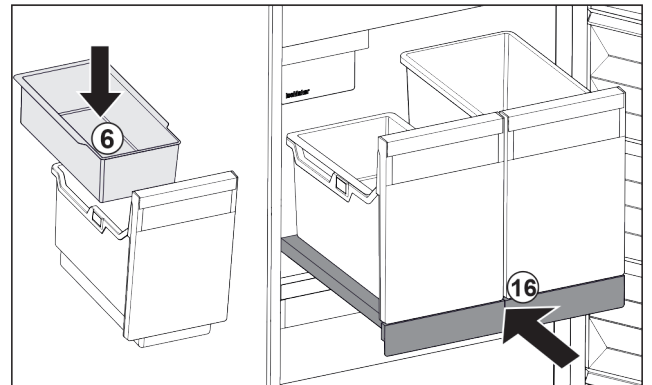

Fig. 130
- ▶ Vložte závesnú misku Fig. 130 (6) na kocky ľadu.
- ▶ Zasuňte vyťahovaciu poličku s nádobou (IceTower). Fig. 130 (16)